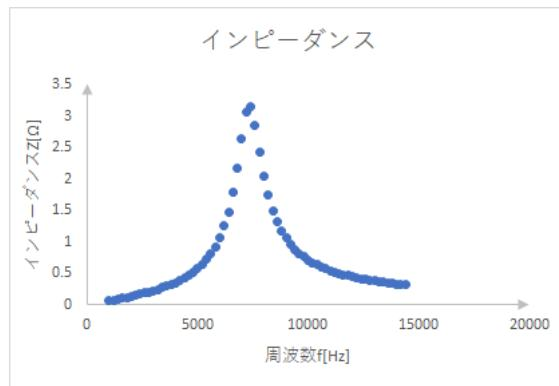
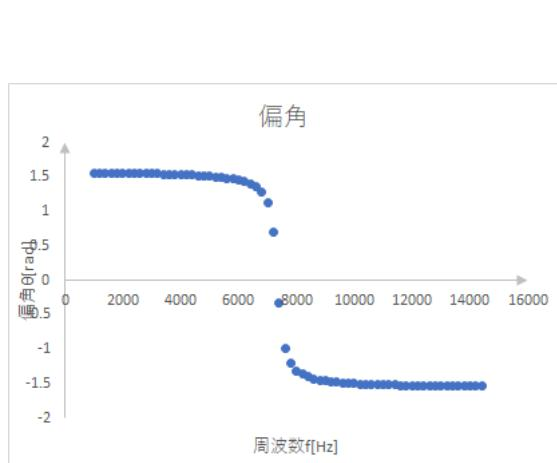
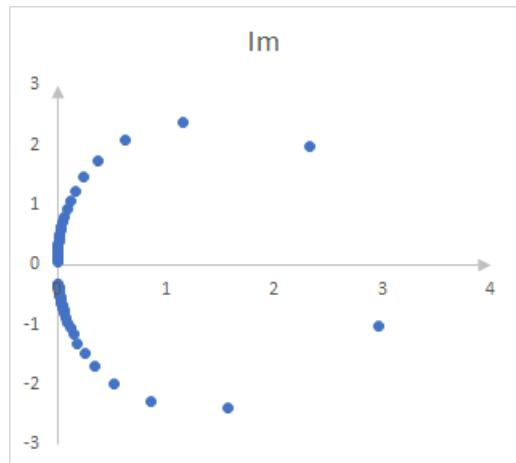

図 6: RLC 並列回路のインピーダンス
図 7: RLC 並列回路の偏角
図 8: RLC 並列回路のインピーダンスの軌跡
3.2.2で行った実験の結果を整理し、インピーダンス及び偏角を算出した。また、算出した値をグラフにしたものを作成したものをそれぞれ図6と図7に示す。さらに、インピーダンスの軌跡を複素平面に描画したものを図8に示す。